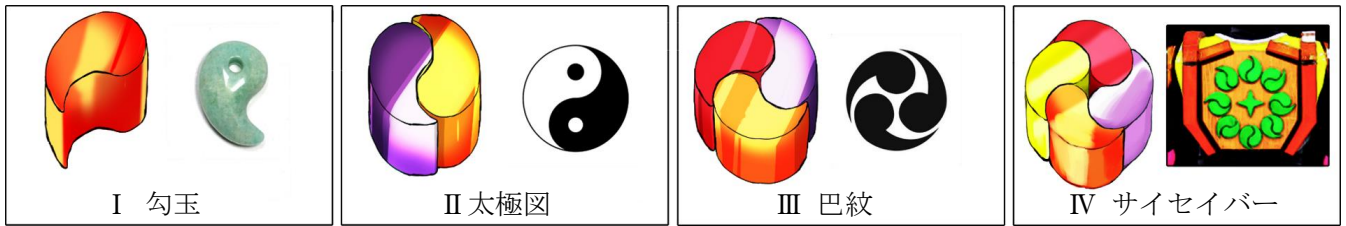
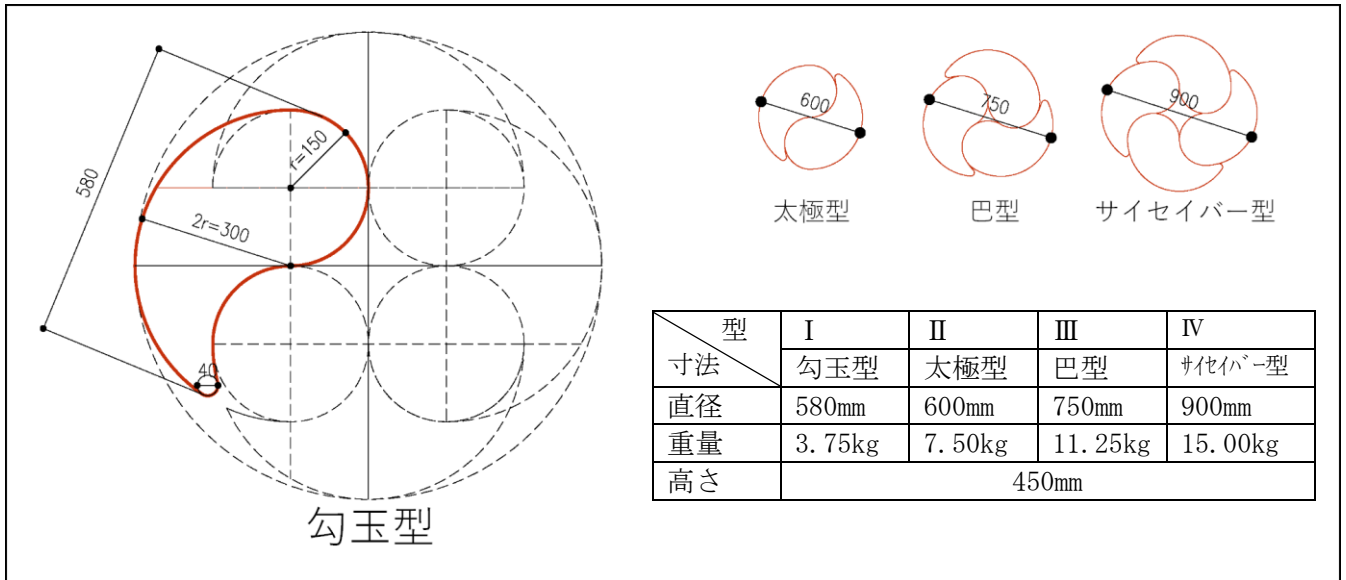

図1 勾玉スツールのモチーフ
図2 勾玉スツールの寸法
3. 設計意図(図 1)、(図 2)
FRP 造形は型の使い回しが可能なため、同じ形状のスツールの展開が可能である。図 1 で示すように勾玉(I)、太極図(II)、巴紋(III)、サイセイバーの(IV)のようにそれぞれ意味の変わるデザインとし、カラーリングは『彩光戦士サイセイバー』に登場する 4 人の光のヒーローのマスクと同じ塗装を施した。
勾玉スツールの寸法を(図 2)に示した。